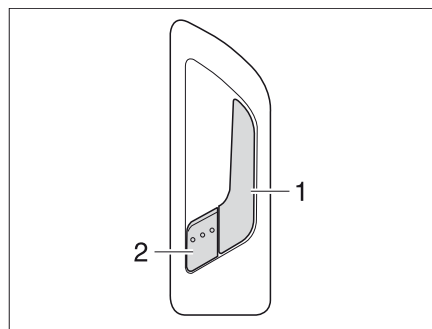

Bild 47 Dörrlås ingångsdörr, insida
- Drag i handtaget (Bild 47,1). Dörrlåset låses upp. Låsspaken (Bild 47,2) skjuts ut automatiskt.
- Tryck på låsspaken (Bild 47,2).